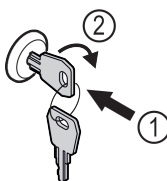

Fig. 169
- ▶ Insérer la clé. *Fig. 169 (1)*
- ▶ Tourner la clé à 90° dans le sens horaire. *Fig. 169 (2)*